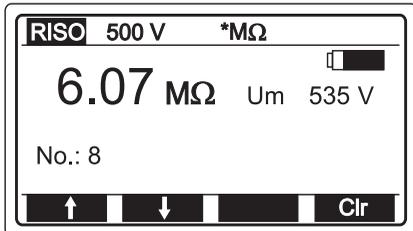

Bild 112: Menü 'Anzeige der Messwerte'
- Das Menü 'Anzeige der Messwerte' (Bild 112) kann mit der Taste 'ESC' (12) wieder verlassen werden.